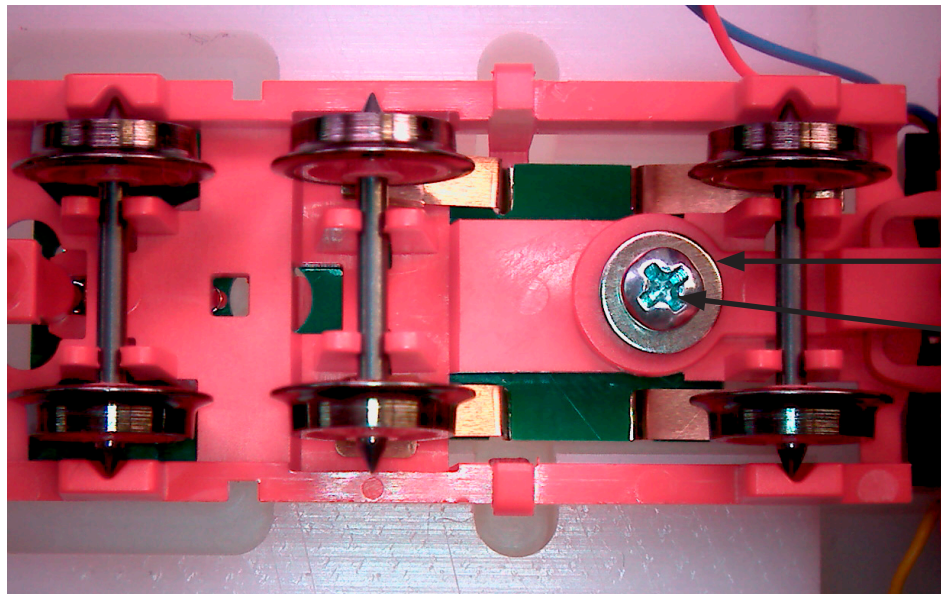

Abb.9
- Anschließend werden die 3 Tenderradsätze in die Achslager gedrückt (Abb. 9).